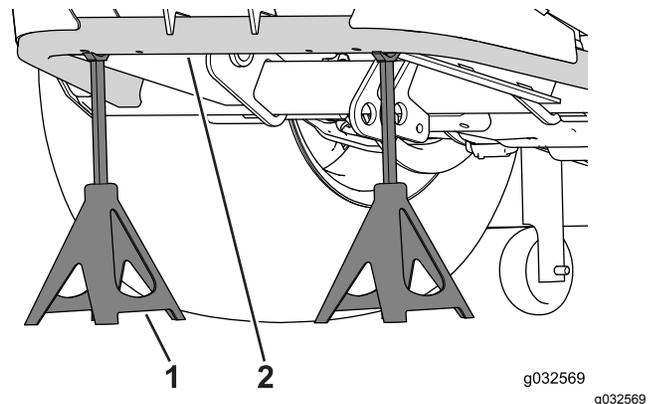

Figura 54
- Utilizzate i 2 cavalletti metallici sotto il telaio per sostenere la parte posteriore della macchina (Figura 54).